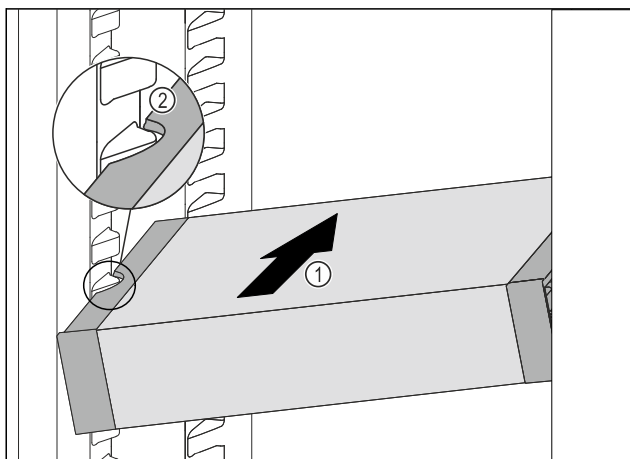

Fig. 150
- Futni pjerrtas VarioSafe në pjesën e ftohjes Fig. 150 (1), derisa foletë anësore Fig. 150 (2) të VarioSafe të jenë në lartësinë e brinjëve të kutisë në pjesën e ftohjes.